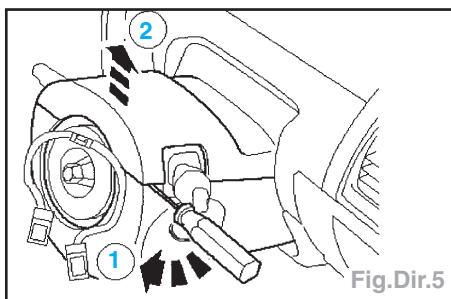

Fig.Dir.5
- libérer les deux clips à l'aide d'un tournevis à lame fine (un de chaque côté) (1) (Fig.Dir.5),
- détacher l'enveloppe (2).
- Séparer l'enveloppe supérieure de colonne de direction de l'enveloppe inférieure (libérer les deux clips à l'aide d'un tournevis à lame fine (un de chaque côté)) (Fig.Dir.5).
ne de direction de l'enveloppe inférieure (libérer les deux clips à l'aide d'un tournevis à lame fine (un de chaque côté)) (Fig.Dir.5).